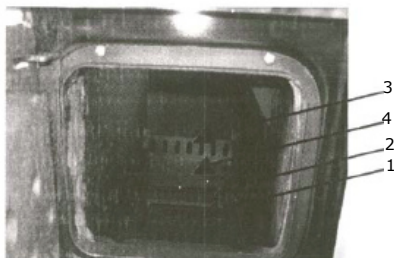

Figure 13
- Retirez la goupille (Figure 13, point 4) qui relie le registre d'air de combustion au support de la grille (Figure 13, point 2).
- Retirer le clapet d'air de combustion (Figure 13, point 3).
- Poussez et soulevez la grille vers le haut à travers le cendrier et retirez-la de sa position. Ensuite, soulevez et retirez le support de grille (Figure 13, point 2).